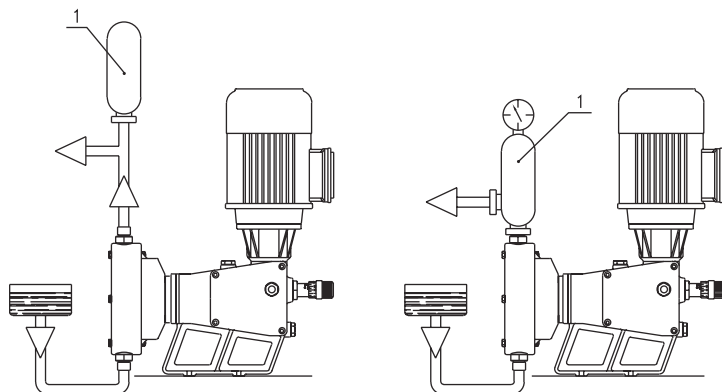

Fig. 5 - configurazioni con accumulatore pneumatico o smorzatore d'impulsi
5.3.3 Configurazione con accumulatore pneumatico o polmone smorzatore di impulsi (Rif. 1 - Fig.5)